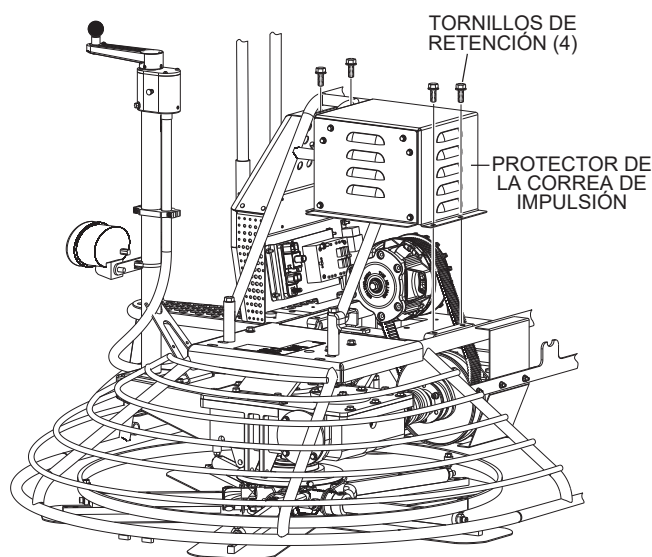

Figura 33. Retirada del protector de la correa
1. Quite los tornillos de retención (4) que fijan el protector de la correa de impulsión (Figura 33) al bastidor de la alisadora.